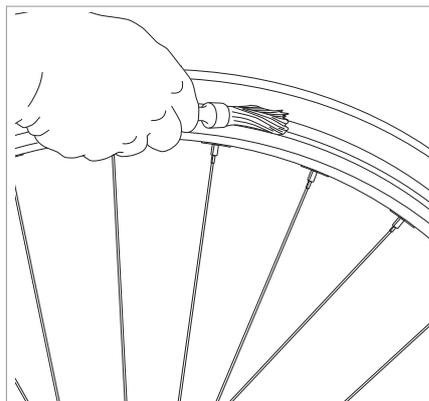

Fig.15
- Empape un pincel (de un diámetro aprox. de 2 cm) en un recipiente con agua y jabón neutro, y moje abundantemente los talones del neumático (Fig. 15).